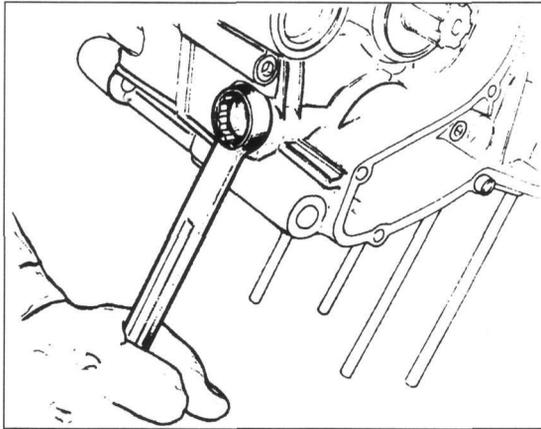

Bild 184
- Verschluss-Schraube der Schaltwalzenarretierung ausdrehen (Bild 184) und Feder mit Arretierungsstift entnehmen.
- Schaltwalzen-Arretierungsstift mit Feder einsetzen. Verschluss-Stopfen mit so gut wie neuer Dichtung wieder einsetzen (Bild 184).